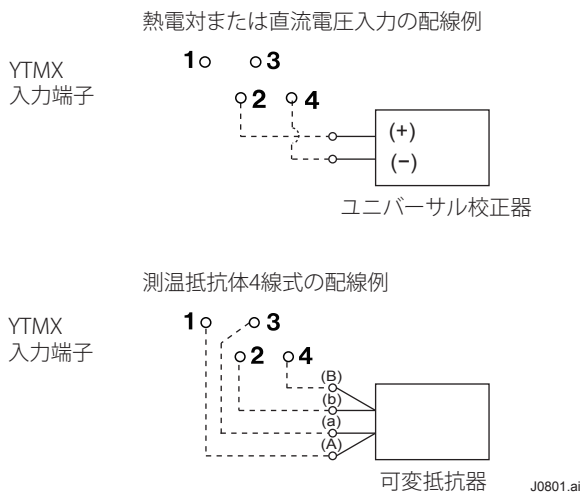

図 8.1 校正用機器の配線例
- 3) 図 8.1 のように各機器を接続し、5 分以上ウォームアップします。